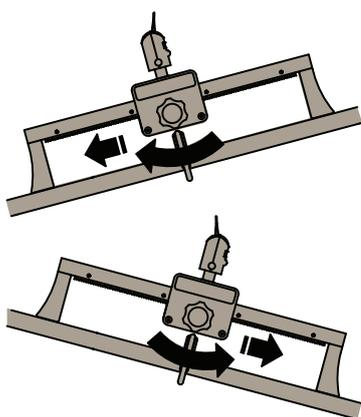

Abb. 18
3. Verlagern Sie die Befestigungsklammer in Richtung des schwereren Endes (nach unten gerichtet), wenn die Liegendaufhängung waagrecht hängt. Siehe Abb. 18.